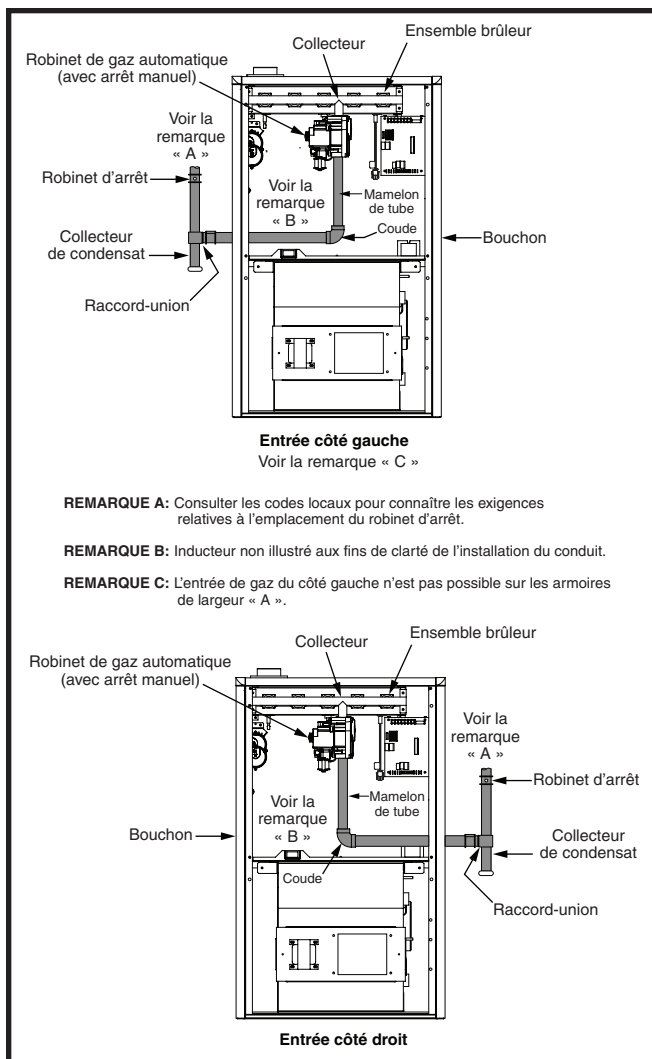

Figure 18. Raccordements de gaz typiques
- Certaines réglementations locales exigent l'installation d'un robinet d'arrêt principal manuel et d'un raccord-union de mise à la terre à l'extérieur du générateur d'air chaud. Le robinet d'arrêt doit être facilement accessible pour l'entretien ou l'utilisation d'urgence. Communiquer avec le service public local ou le fournisseur de gaz pour connaître les exigences supplémentaires relatives à l'emplacement du robinet d'arrêt de gaz principal manuel. Consulter la Figure 18 \(page 19\).
- Il faut installer un collecteur de condensat dans la longueur de conduit verticale acheminée jusqu'à l'appareil. Consulter la Figure 18.
Au moment de raccorder l'alimentation en gaz, prévoir un dégagement entre la conduite d'alimentation de gaz et le trou d'entrée dans le boîtier du générateur d'air chaud pour éviter les bruits non désirés ou les dommages au générateur d'air chaud. Raccordements de gaz typiques, comme indiqué à la Figure 18.